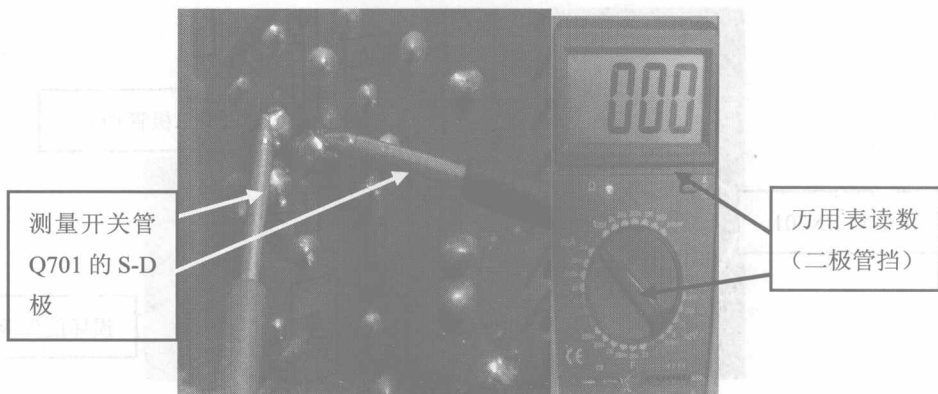

图 1-8
- ③用万用表的二极管挡检查开关管 Q701 的 S-D 极, 测得数值为 0, 如图 1-8 所示, 说明开关管内部击穿短路, 遂将开关管拆下。